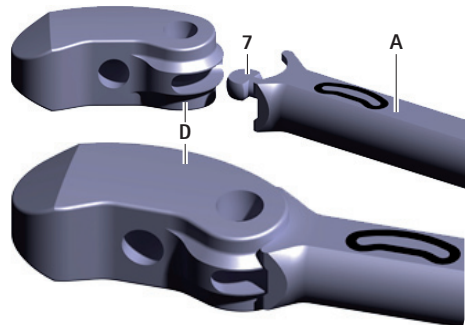

Abb. 2 Probeimplantat an Einsetzinstrument koppeln
- Probeimplantat **D** an Zweiflach **7** des Einsetzinstrumentes **A** koppeln, siehe Abb. 2. Dabei auf Ausrichtung des Probeimplantats achten (Orientierung anhand der Beschriftung am Einsetzinstrument).